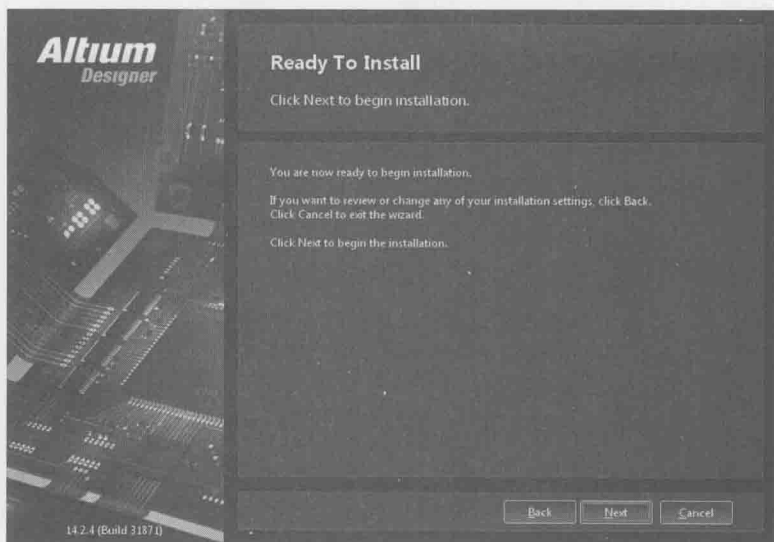

图 1-6 确定安装
6. 确定好安装路径后, 单击“Next (下一步)”按钮弹出确定选项以进行安装, 如图 1-6 所示。继续单击“Next (下一步)”按钮此时对话框内会显示安装进度, 如图 1-7 所示。由于系统需要复制大量文件, 所以需要等待几分钟。